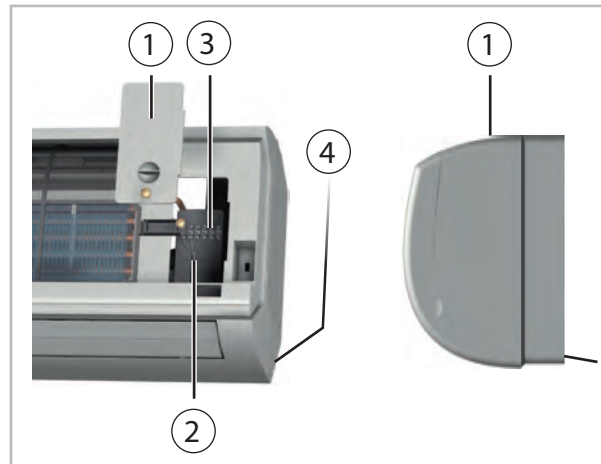

Abb. 24: Anschluss des Innengerätes
2. ➤ Lösen Sie die Abdeckungen auf der rechten Seite (Abb. 24).
3. ➤ Klemmen Sie die bauseits verlegte Steuerleitung an den Klemmen an (Abb. 24).